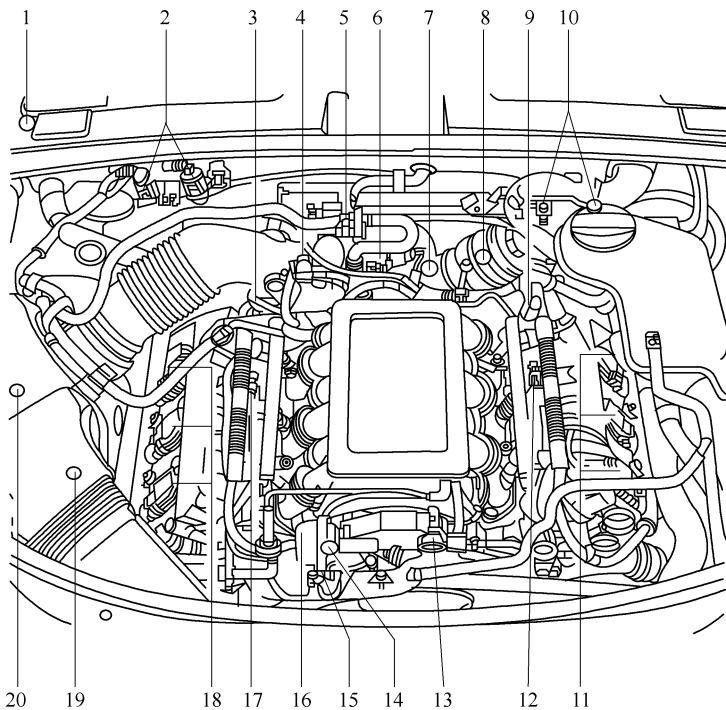

图 1-2-19 2.4L 发动机电控元件位置图
2.4L 发动机电控元件位置图如图 1-2-19 所示，部件 A ~ H 在图中未画出。